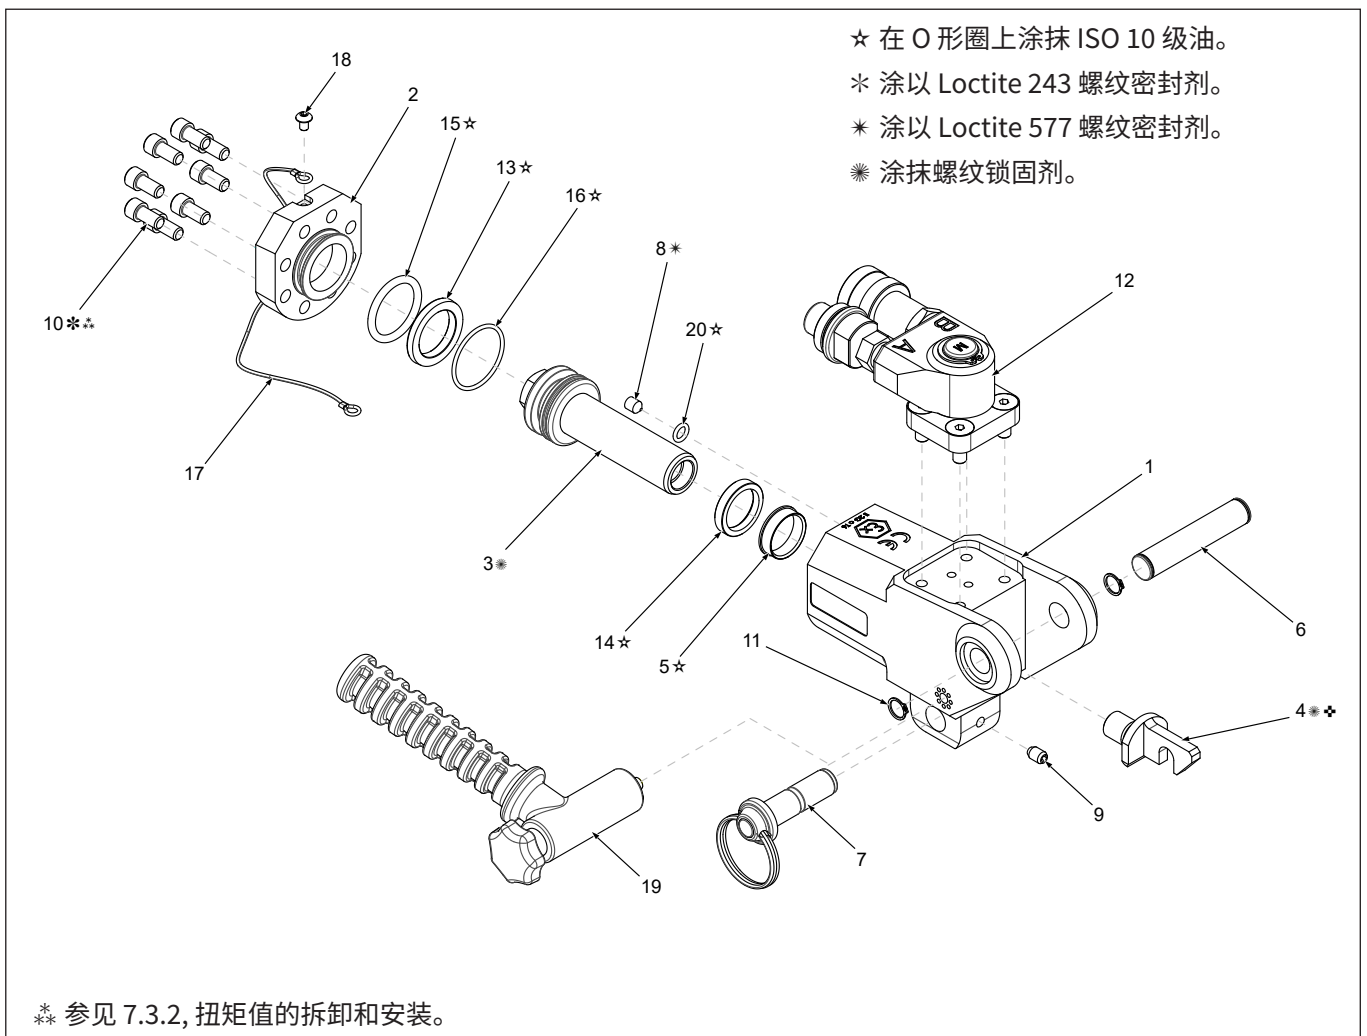
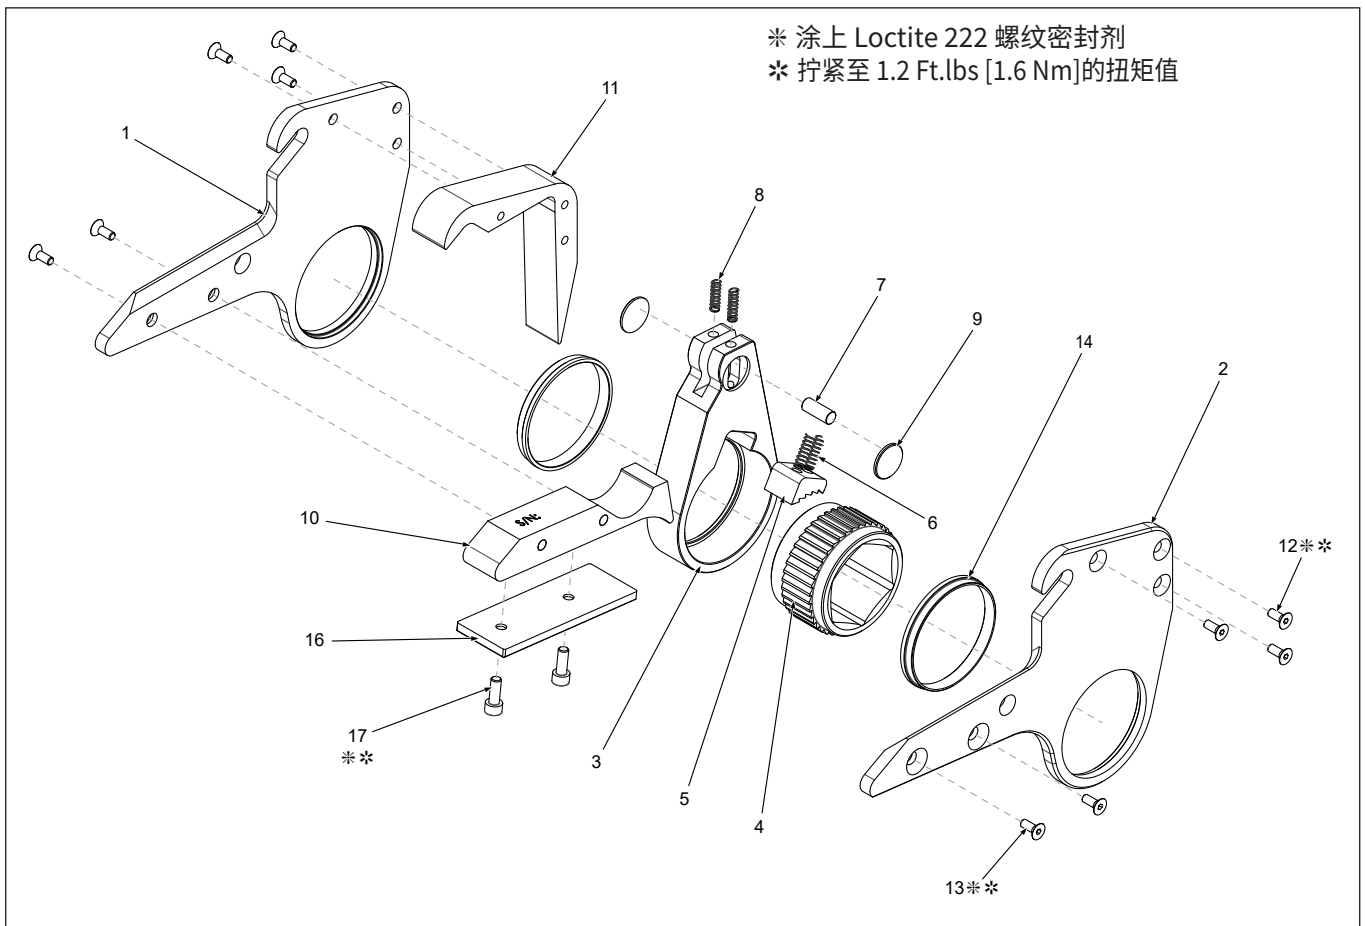

图 19: HMT 分解图
图 20: HMT HLP 盒分解图
- 在旋转接头杆 (E) 的凹槽中装上新的 O 型密封圈 (D)。
- 在 O 型密封圈 (D) 上涂少许硅脂。然后, 将旋转接头总成 (B) 小心滑至旋转接头杆 (E)。
- 重新安装卡簧固定圈 (A)。
7.3.2 HMT 驱动装置 (图 19)
7.3.3 HMT HLP 盒总成的拆卸和重新装配 (图 20/ 21)
- 将 HLP 盒放置在旁边, 拆下三个前垫片螺钉 (12) 和两个反力块螺钉 (13), 然后拆下一块 HLP 盒侧板 (1 或 2)。
- 卸下棘轮衬套 (14)。驱动板总成可随意从盒中取出。从驱动板小心拆下两个压缩弹簧 (8) 并置于一侧。
- 拆下棘轮 (4)、棘爪 (5) 和爪簧 (6)。
- 松开两个驱动销挡圈 (9), 从驱动板 (3) 上滑出驱动销 (7)。
- 从剩余的驱动板拆下三个前垫片螺钉 (12) 和两个反力块螺钉 (13); 从剩余的 HLP 盒侧板 (1 或 2) 上卸下前垫片 (11) 和反力块 (10)。
- 拆除两个内六角圆头帽螺钉 (17) 以拆卸反力块, 并将耐磨板 (16) 从反力块垫片上拆下 (10)。
- 擦干所有组件。在图 20 所示区域中涂抹薄薄一层二硫化钼润滑剂。
注意 请确保棘轮、驱动板、棘爪、棘簧、方驱、检视螺塞和压缩弹簧的安装正确, 其顺序与拆卸相反。未正确安装此类零件将导致组件损坏。参见图 19 和图 20。